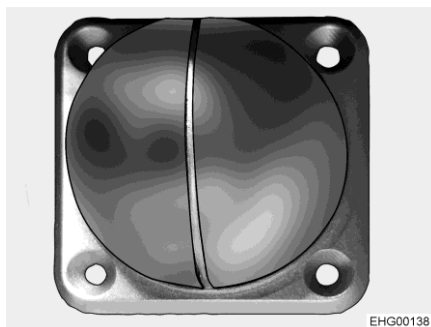

Bild 108 Dockningsstation (aktiv och passiv)
- Den aktiva dockningsstationen (Bild 108) med laddningsfunktion i klädskaåpet
- Den passiva dockningsstationen (Bild 108) under ett väggskåp
Den bärbara lampan är ihopskjuten (Bild 106) och är fastsatt i en passiv dockningsstation (Bild 108).
- Skjut ihop lampan (Bild 106) och sätt den i den aktiva dockningsstationen (Bild 108) i klädskåpet.